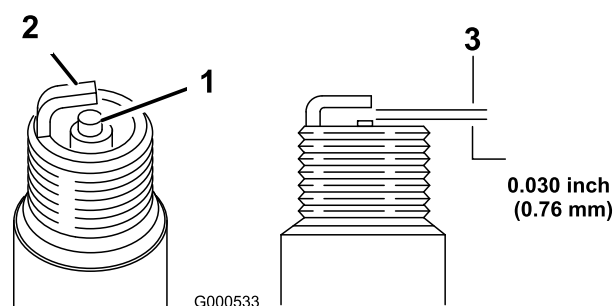

Figure 22
5. Réglez l'écartement des électrodes à 0,76 mm ; voir Figure 22.